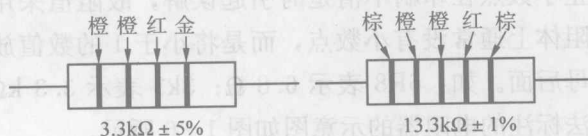

图 1-8 色标法标注电阻器示意图
(4) 色标法。色标法是指在电阻器表面用不同颜色的色环标出标称值和允许误差的方法。色标法是最常用的电阻器的标识方法。色标法又分为四环色标法和五环色标法。普通的电阻器用四环表示,精密电阻器用五环表示。在四环色标法中第一、第二环是有效数字,第三环是阻值倍率或有效数字后面添加的零的个数,第四环是误差率。如:一个四环电阻的色环颜色排列为绿、蓝、红、金,则这只电阻器的阻值为 $5.6\ \text{k}\Omega$,其允许误差为 $\pm 5\%$ 。在五环色标法中前三环为有效数字,第四环是阻值倍率或后面添加的零的个数,第五环是误差率。如:一个五环电阻的色环颜色排列为棕、橙、橙、红、棕,则这只电阻器的阻值为 $13.3\ \text{k}\Omega$,其允许误差为 $\pm 1\%$ 。色环法标注电阻器的示意图如图1-8所示。